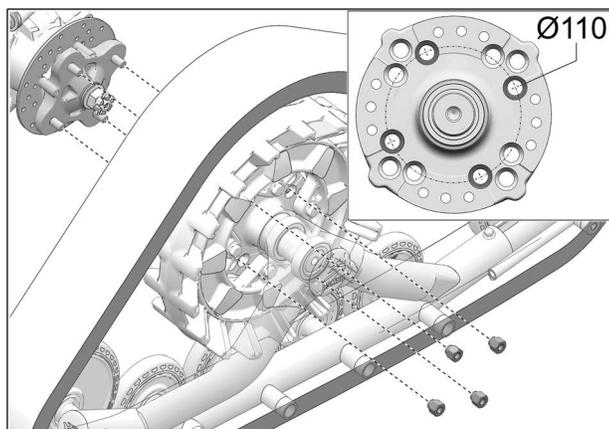

Fig. 12
10. Fixer le système de traction au moyeu de roue arrière. Utiliser le cercle de perçage de Ø110 mm et les écrous de roue d'origine du véhicule. Fig. 12